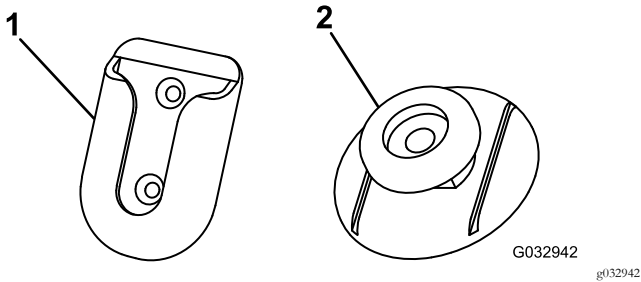

Bild 14
- Reinigen Sie die Rückseite der Drehbefestigung (Bild 14) mit dem Alkoholwisch Tuch und trocknen sie.
- Entfernen Sie das Trägermaterial von einer Seite des Klebematerials und bringen es an der Rückseite der Befestigungsnase an (Bild 14).